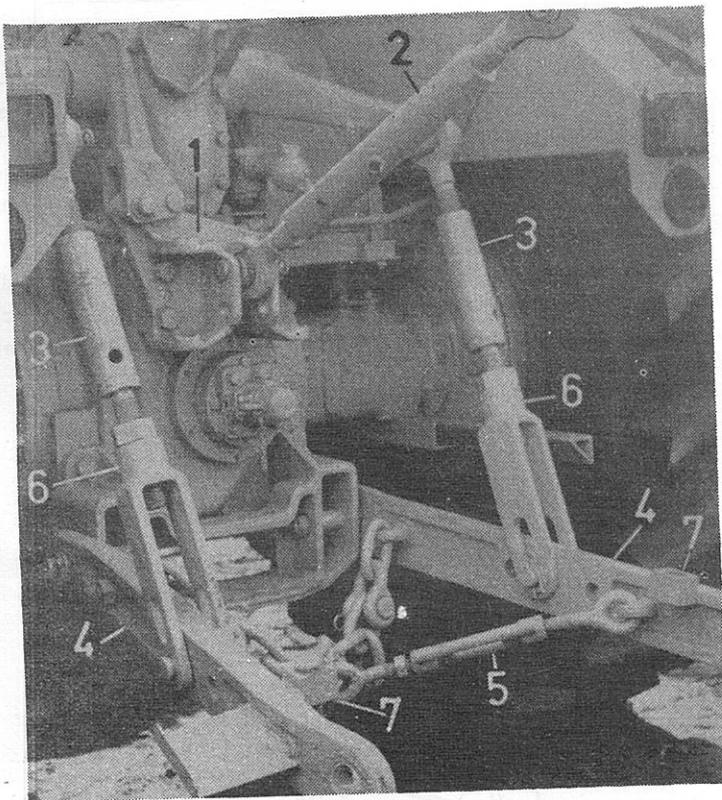

Fig. 4-2: Tringlerie extérieure de l'installation hydraulique /41-102/4/
- 1/ Démontez de la console /fig. 4-2, poste 1/ portant la barre supérieure le crochet d'attelage de la remorque /fig. 4-7, poste 1/.
Une autre solution que celle montrée par fig. 4-2 est également possible, les chaînes de débattement peuvent être raccordées aussi aux alésages supérieurs de l'étrier d'attelage, /voir fig. 4-6/, de ce fait les barres inférieures formeront une unité plus rigide.